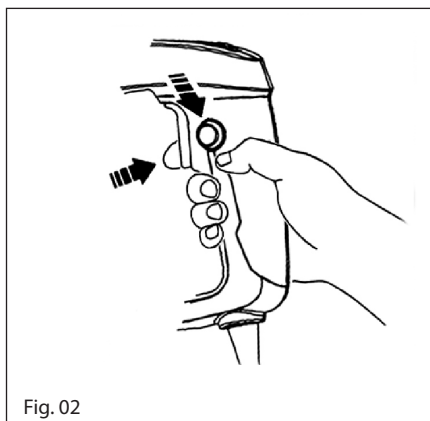

Fig. 02
**Botão de pressão (4) On & Off (fig.02).**
**Botão de bloqueio (5) On & Off (fig.02).**